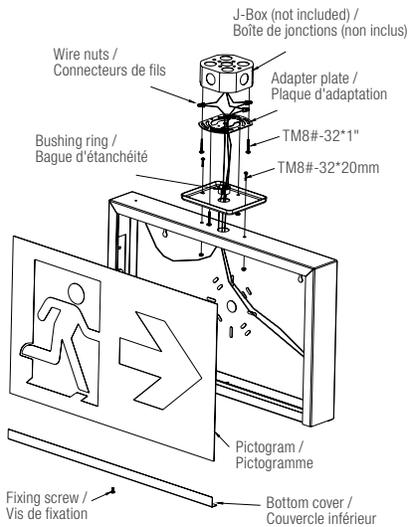

Figure 3
7. Mount fixture to the J-Box using the TM8#-32*1" (2 pcs) screws (see Fig. 3).
7. Montez l'enseigne sur la boîte de jonction à l'aide des vis TM8#-32*1 » (2 pièces) (voir Fig. 3).